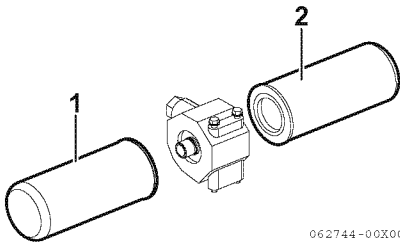

Figure 2
- Retirez le filtre à huile du moteur (**Figure 2**) avec une clé à filtre (tournez dans le sens inverse des aiguilles d'une montre).